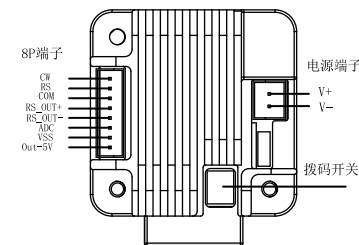
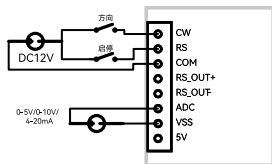

图2 尾部驱动单元展示图
图3 接线示意图
- 将随机附带的线缆按照下图2所示安装好，8P端子插在图2标记“8P端子”上，2P端子插在图2标记“电源端子”上，具体接线参照图3，表3和表4进行接线。